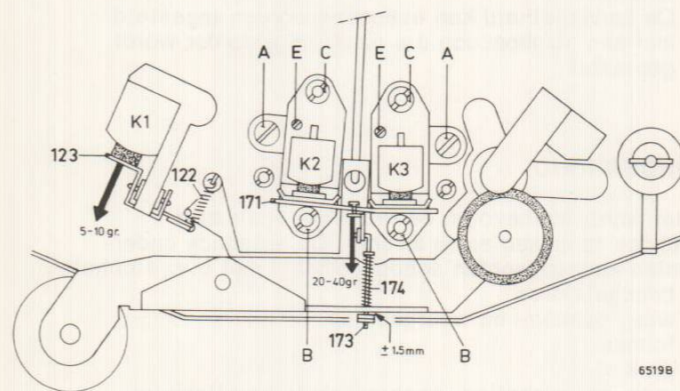

Fig. 5
A. INSTELLING VAN DE OPNEEM-, WEERGEEF- EN WISKOP (Fig. 5 en 6)
Instelling kopneiging weergeef- en opneemkop (Fig. 5)